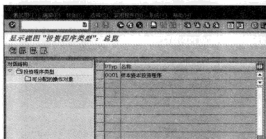
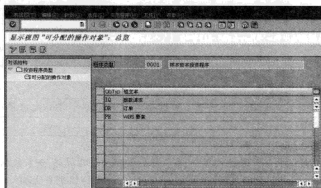

图 9-9 “显示视图 ‘投资程序类型’: 总览”界面
图 9-11 配置“可分配的操作对象”
STEP ① 在命令栏输入 SPRO 命令，通过菜单选择“投资管理→投资程序→主数据→定义程序类型”选项，进入“显示视图‘投资程序类型’：总览”界面，如图 9-9 所示。
STEP 3 双击图 9-9 中左栏的“可分配的操作对象”菜单, 可以增加/修改/删除程序类型所包含的操作对象, 如图 9-11 所示。